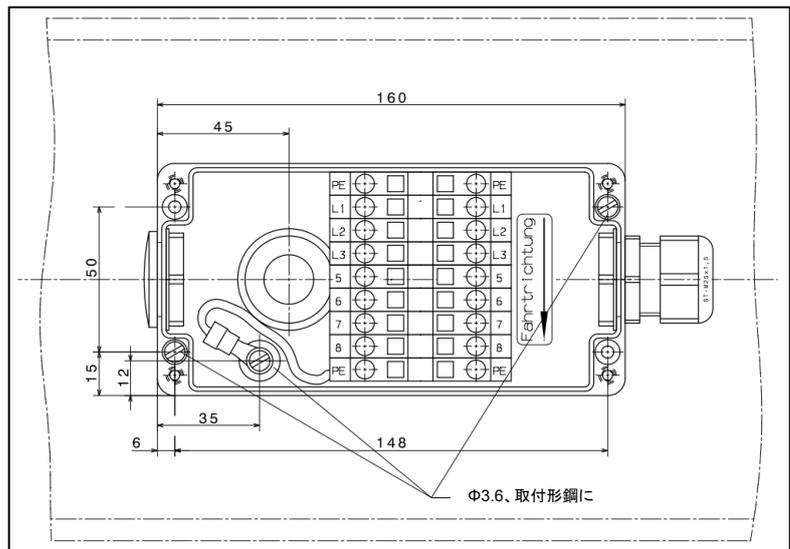

図 67: 穴あけ位置
- 接続ボックス AKE、保護接地 (PE) 導体 (アース線) およびケーブルブッシングを取付形鋼に固定する穴位置を決定して穴を開けます (図 67 参照)。穴位置に印をつけるため接続ボックス AKE のハウジングをテンプレートとして使用することができます。